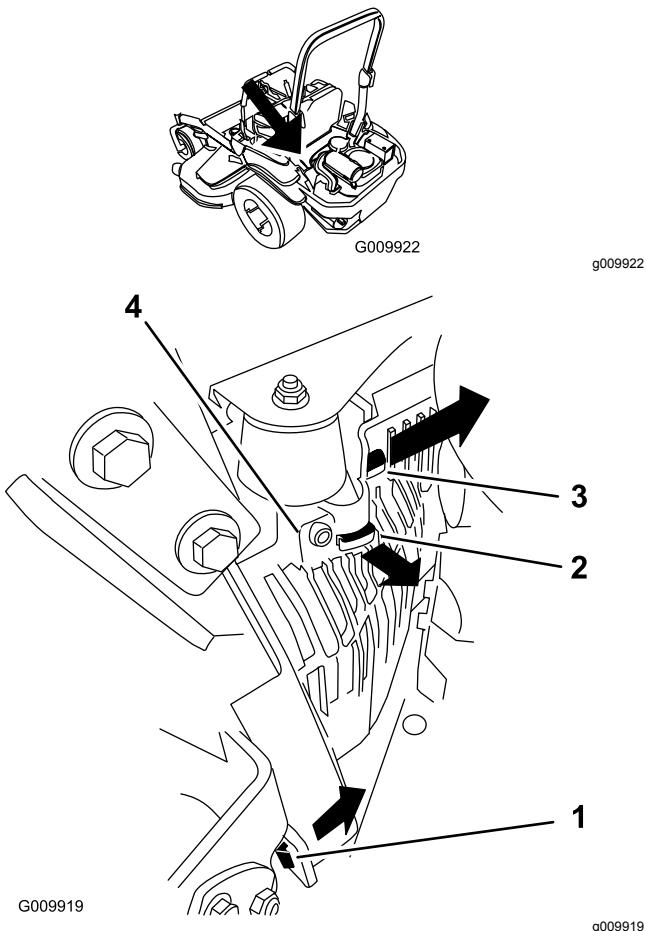

Bild 58
3. Nehmen Sie die linke Haube der Hydraulikanlage in der Reihenfolge ab, die in **Bild 58** aufgeführt ist.
5. Setzen Sie die linke Haube der Hydraulikanlage auf (**Bild 58**).